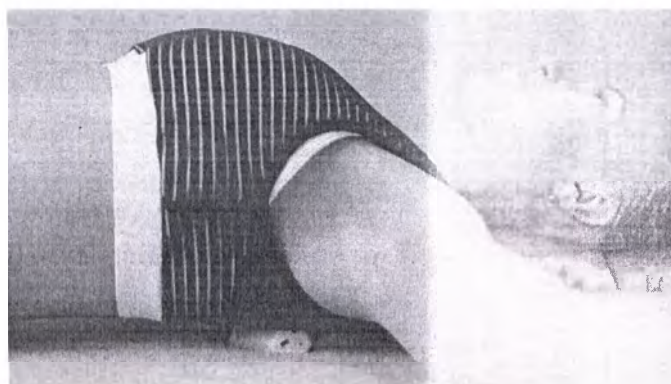

Рис. 10
3. Для смягчения воздействия устройства на грудной отдел можно подложить валик под поясницу и свернутое полотенце (дома можно небольшую подушку) под воротниковую зону и голову (Рис. 10).